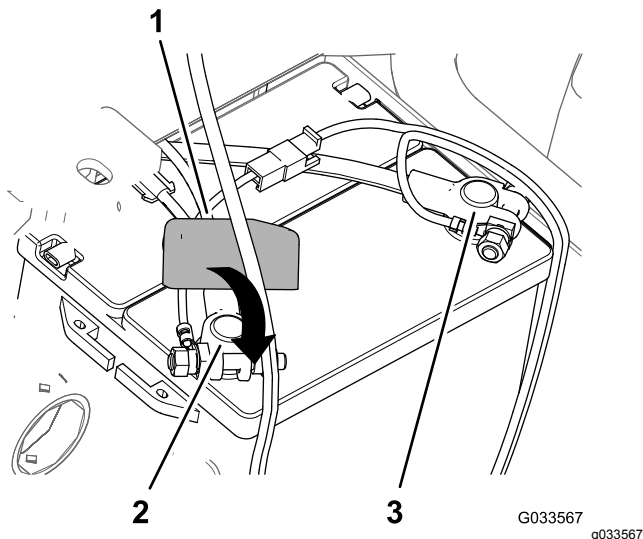

Figura 32
8. Ligue o cabo positivo da bateria ao borne **positivo** da bateria e aperte a porca de fixação à mão (Figura 32).